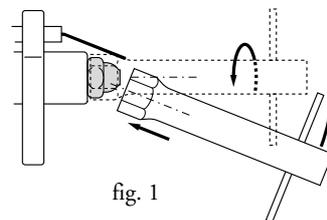

fig. 1
- verificare la pulizia della ventola (e relativa sede), della testa di combustione e degli elettrodi di accensione; pulire ed asportare le impurità da tutte le superfici aiutandosi con un pennello ed un aspirapolvere e, se necessario, sostituire l'ugello del gasolio. Per la sostituzione dell'ugello, utilizzare una chiave appropriata facendo attenzione a non rovinare gli elettrodi (fig. 1). Dopo il montaggio del nuovo ugello, controllare le posizioni degli elettrodi che, per un corretto funzionamento del bruciatore, dovranno rispettare le quote indicate nella figura 2.